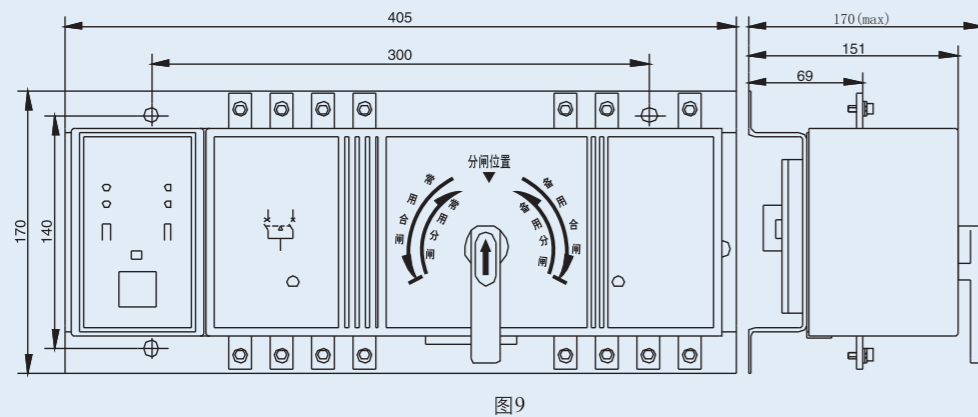

图9
3、HSQ1y-125、160 的外形及安装尺寸见图9（三极、四极通用）